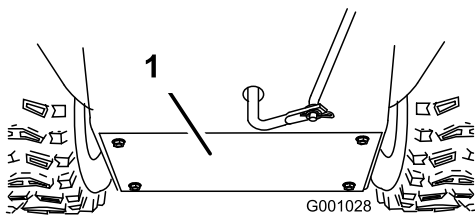

Figure 47
3. Déposez le couvercle arrière (Figure 47).